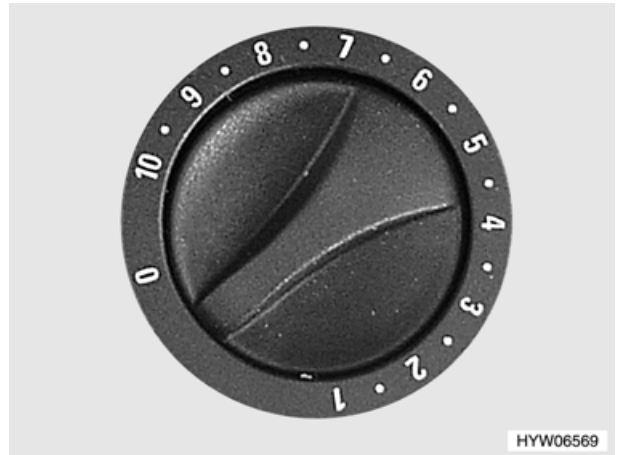

Bild 75 Drehregler an der Heizung
- Drehregler (Bild 75) an der Heizung auf gewünschten Wert einstellen und bis zum Anschlag niederdrücken.
- Drehregler (Bild 75) an der Heizung auf "0" stellen. Zündautomat wird damit gleichzeitig abgeschaltet.